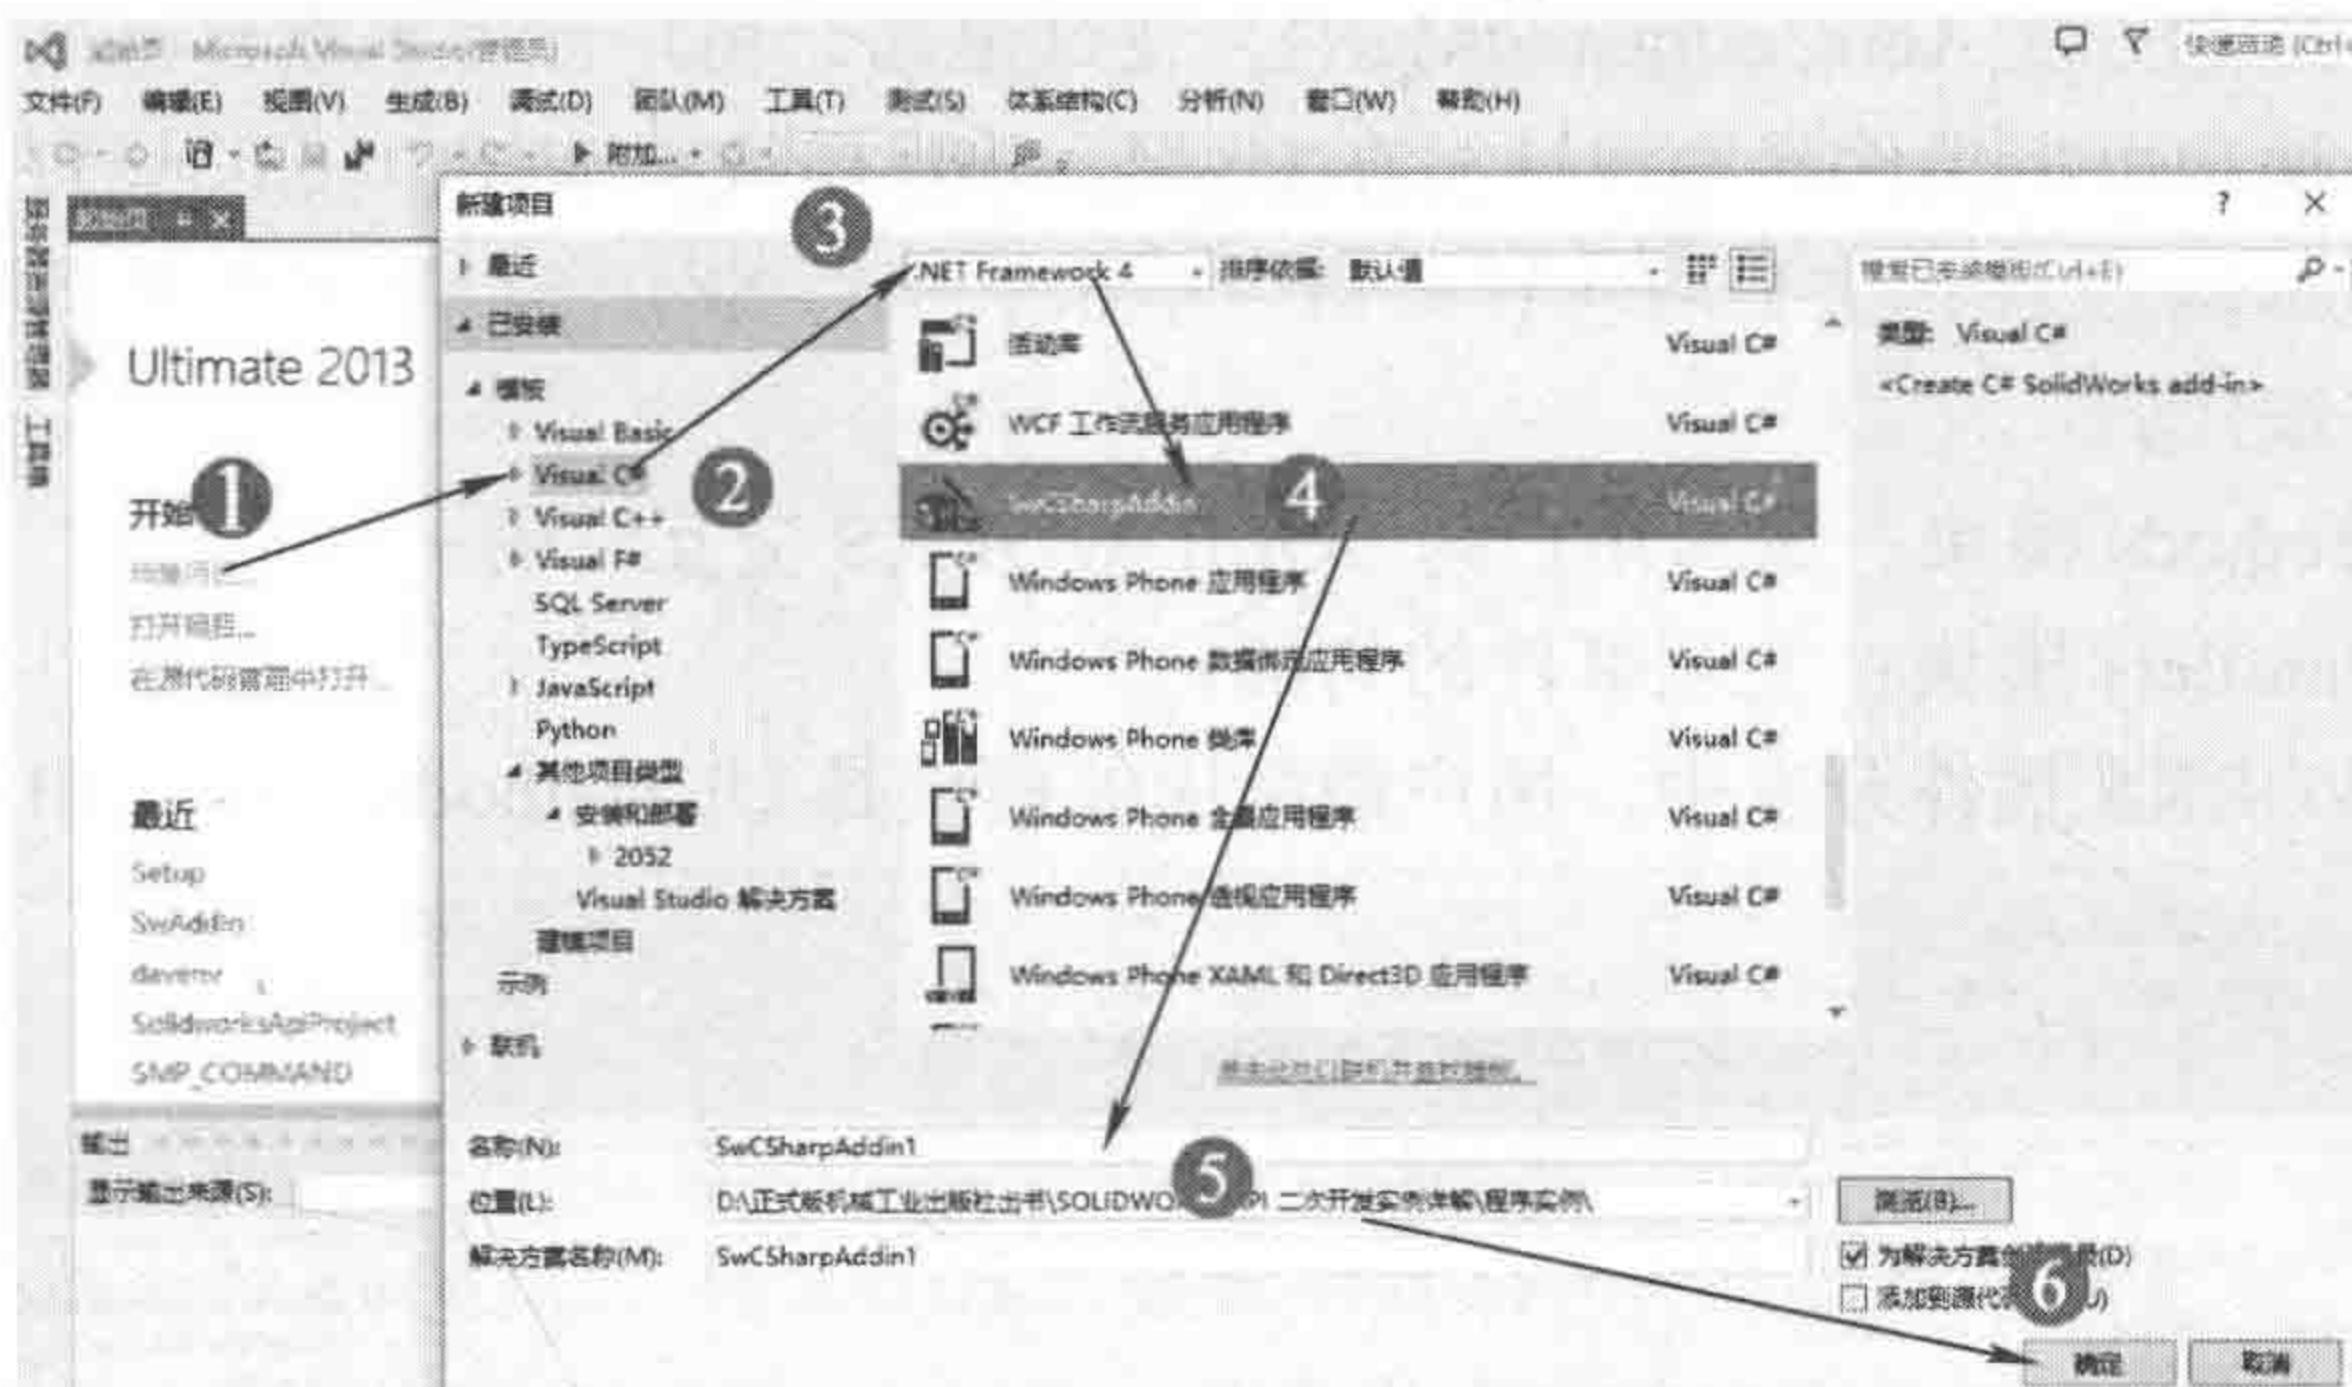

图 2-6 新建 AddIn 插件程序
图 2-6 所示为如何在 VS 中新建一个 AddIn 项目。步骤如下：单击“新建项目”，在弹出的“新建项目”对话框中选择语言，这里选择“Visual C#”，选择“.NET Framework4”，选择“SwCSharpAddIn”，在“名称”“位置”和“解决方案名称”文本框中输入名称与保存地址，单击“确定”按钮，即可创建一个 AddIn 插件程序。
- 7) 重新按照图 2-6 新建 AddIn 插件，可以看到 SwCSharpAddIn 模板文件。